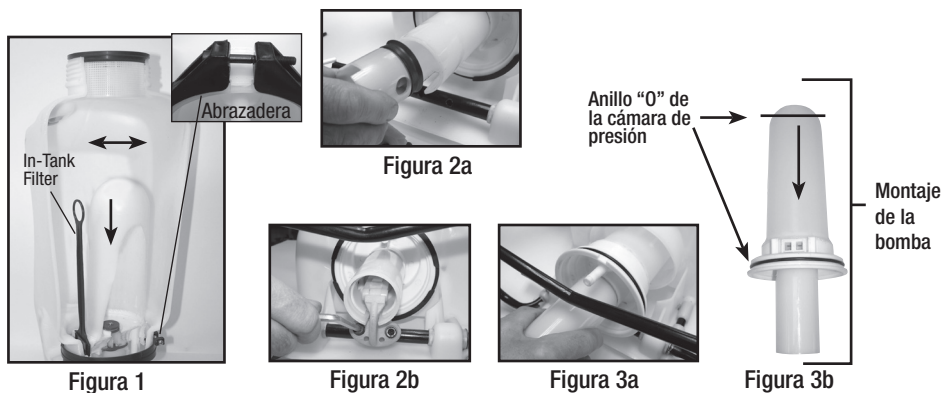

Figura 4
9. Vuelva a armar el equipo, desde el paso 6 al 2, siguiendo cada paso, pero a la inversa. Nota: hay una combinación de lengüeta/muesca en el montaje de la bomba/tanque que se debe usar para la alineación (figura 4).